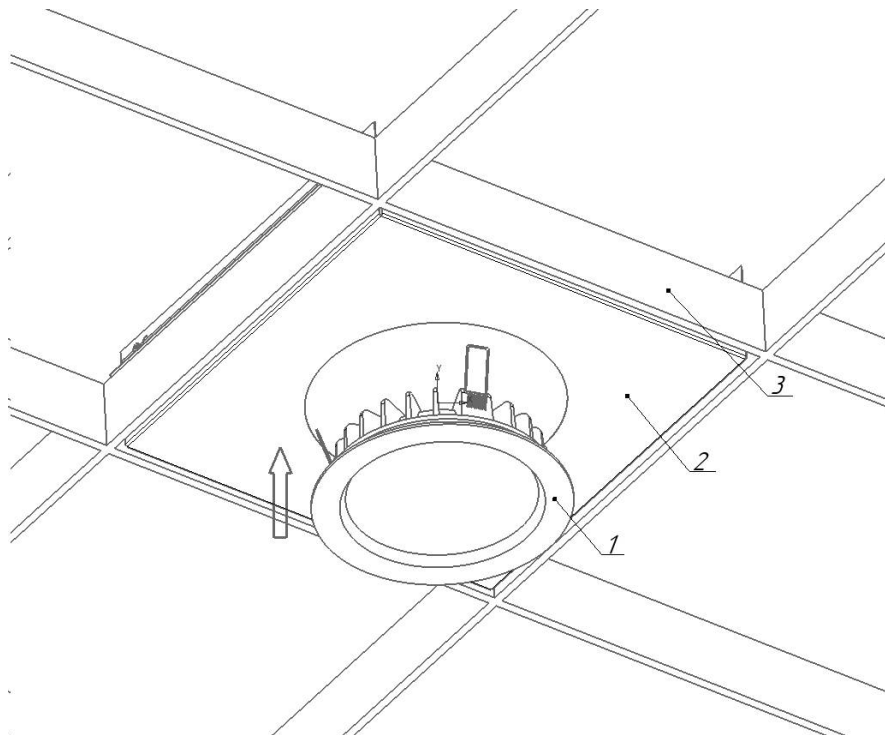

Рисунок 6 - Схема установки светильника в потолок Грильято
5.4.5 Сжав пружины, установите светильник в крепление Грильято (см. рисунок 6).